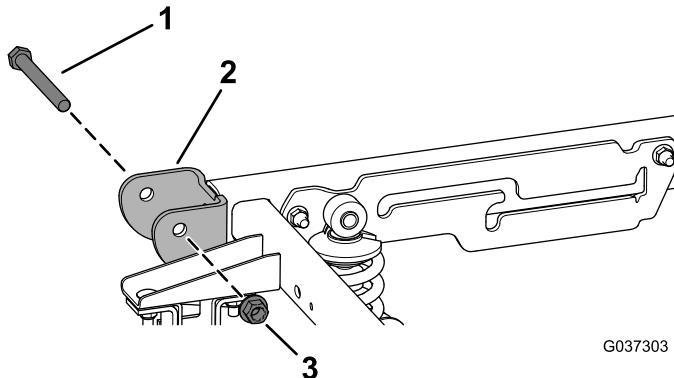

Figura 3
3. Retire os dois parafusos da articulação ($\frac{1}{2}$ pol. x $4\frac{1}{2}$ pol.) e as duas porcas de bloqueio ($\frac{1}{2}$ pol.) do suporte da articulação localizado na traseira da máquina (Figura 3).